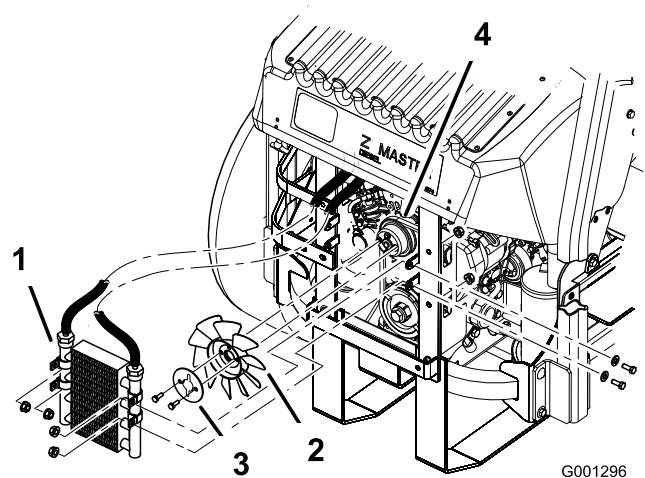

Figure 70
- Enlevez les 4 boulons de fixation du refroidisseur d'huile et placez ce dernier sur le côté (Figure 70).
- Enlevez les 2 boulons qui fixent le ventilateur et la plaque du ventilateur à la machine (Figure 70).
- Montez le ventilateur et sa plaque sur la machine au moyen des 2 boulons retirés précédemment (Figure 70).
11. Remontez le refroidisseur d'huile au moyen des 4 boulons retirés précédemment (Figure 70).